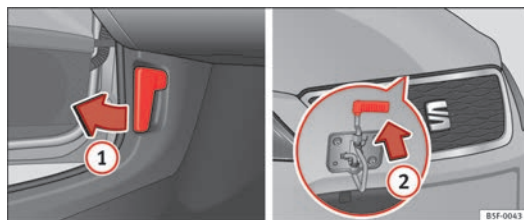

Abb. 107 Entriegelungshebel im Fußraum des Fahrers und Nocke unter der Haube
- Ziehen Sie den Hebel unterhalb der Instrumententafel in Pfeilrichtung ① ⇒ Abb. 107.
⇒ Abb. 107 ②. Dabei wird der Fanghaken entriegelt.